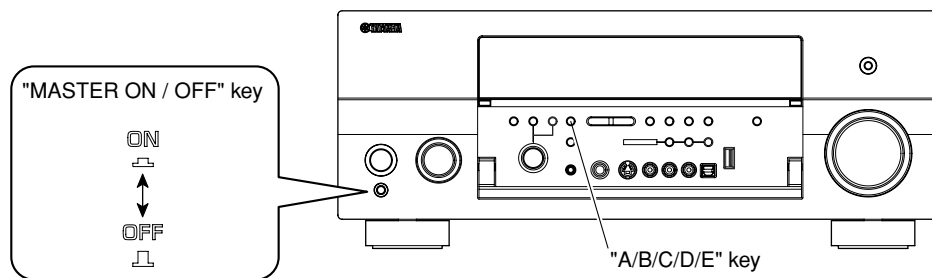

Fig. 12
6. Press the "MASTER ON/OFF" key of the main unit to turn it on. (Fig. 12)
6. 本機の"MASTER ON/OFF"キーを押して、ONの状態にします。(Fig. 12)
7. While pressing the "A/B/C/D/E" key of the main unit, connect the power cable of the main unit to the AC outlet. (Fig. 12)
7. 本機の"A/B/C/D/E"キーを押しながら、本機の電源コードをACコンセントに接続します。(Fig. 12)